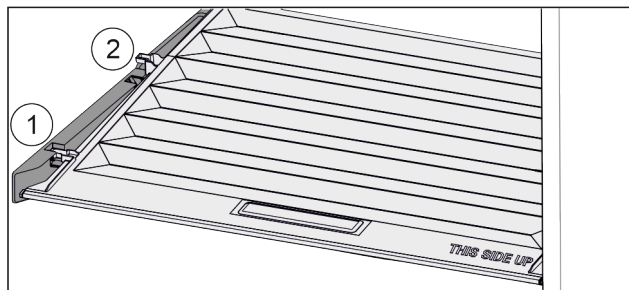

Fig. 116
- ▶ Træk dækslet fremad til åbning i holdedele Fig. 116 (1).
- ▶ Løft nedefra og bevæg det opad og ud Fig. 116 (2).